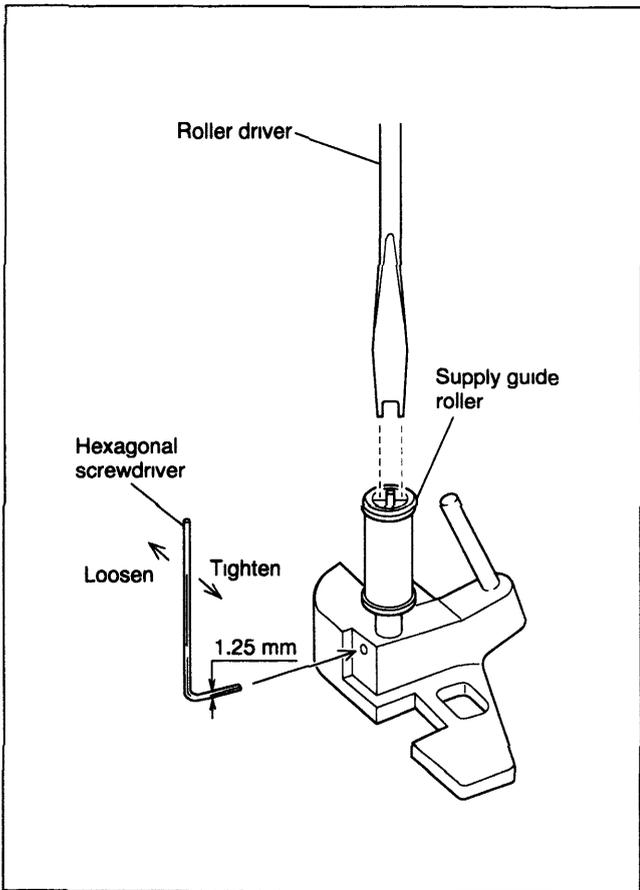

Fig. 2-4-2
- (5) Solte levemente o parafuso na base do poste montado (pole base assy) com a chave hexagonal 1,25 mm (Tome cuidado para não afrouxar demais) (Fig 2-4-2).